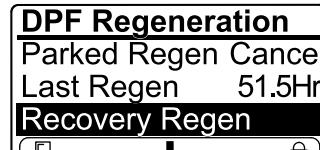

Figura 61
- Se o computador do motor não tiver pedido uma regeneração de recuperação e percorrer a opção REGENERAÇÃO DE RECUPERAÇÃO, a regeneração de recuperação bloqueia e o ícone de bloqueio (Figura 61) surge no canto inferior direito do InfoCenter.